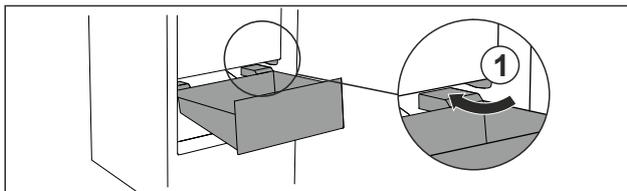

Fig. 87
- ▶ Preved'te zásuvku šikmo okolo zarážok Fig. 87 (1).